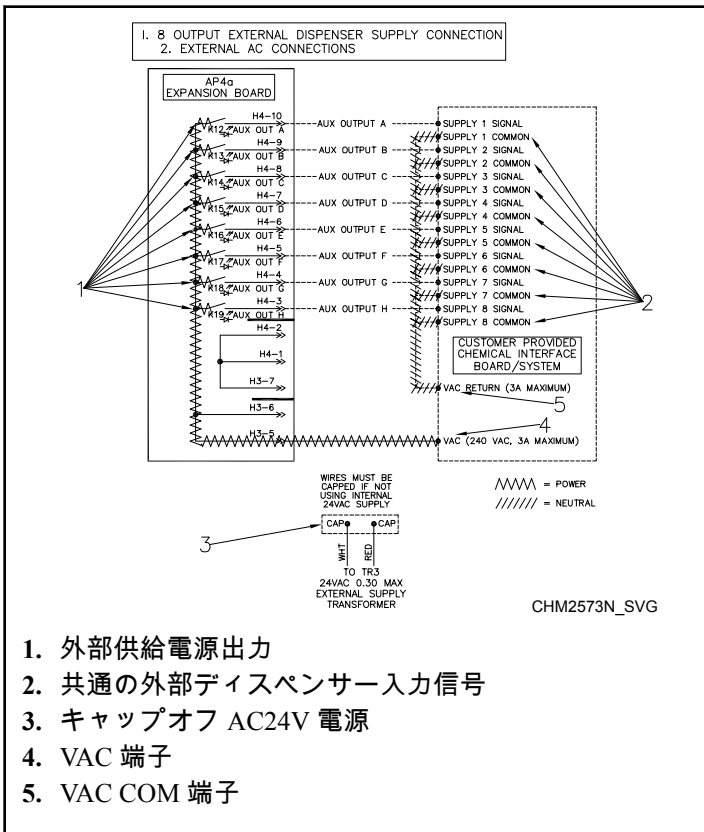
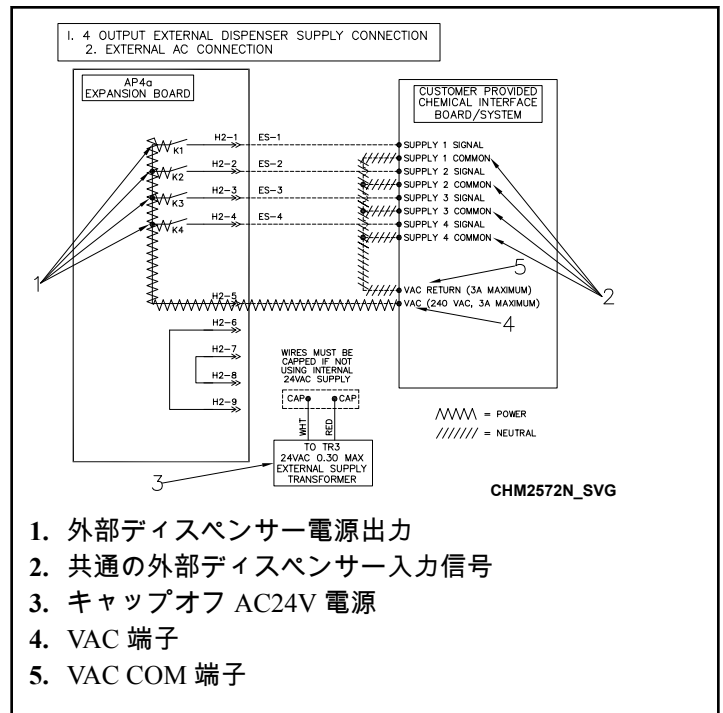

図 39
図 40
2. 外部電源の片側を“RELAY COM”に、もう一方の側を共通の外部ディスペンサー入力信号に接続します。図 39 および 図 40 を参照してください。